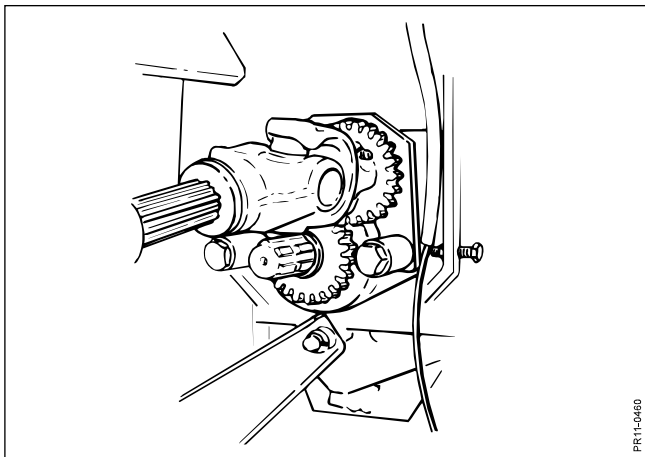

Fig. 4-22
- Fig. 4-22** 4. KO-akslen for rotoren monteres på den frie tap på rotorhuset. KO-akslen skal fastlåses på pos. 2, hvorved tandhjulene kommer i indgreb og rotoren vil køre med modsat omdrejningsretning.